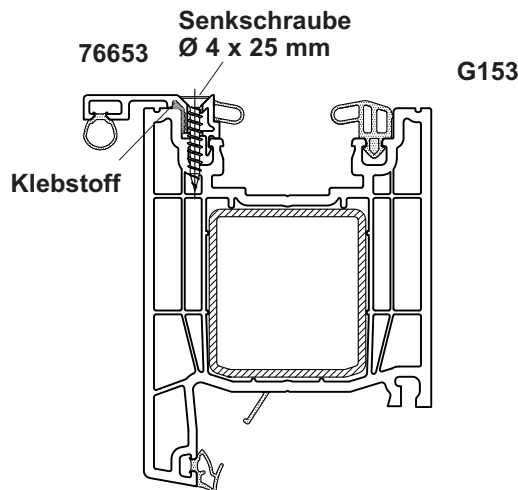

Abb. 2 Einbau Dichtleiste **76653** und horizontaler Einsatz **G153**
3. Klebstoff auf ganzer Länge in **76653** einbringen (Abb. 2). Alternativ kann die Leiste auch nur verschraubt werden, dann ist der maximale Abstand der Schraubposition von 700 auf 200 zu verkürzen.